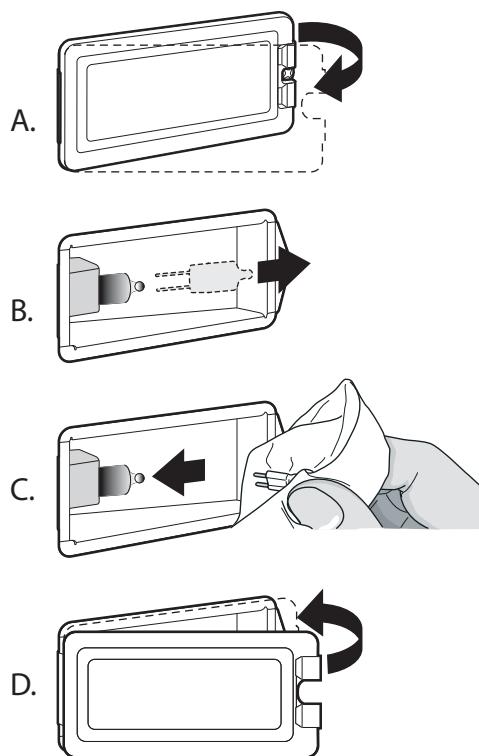

Figure 33 : Emplacement de l'ouverture
3. Insérez la pointe d'un tournevis plat entre l'attache de fixation et le boîtier de la lampe (Figure 33, A).
6. Enlevez le couvercle de la lentille de verre (Figure 33, B).
8. Ne touchez pas au verre de la nouvelle ampoule de remplacement avec vos doigts, sans quoi elle ne fonctionnera pas lorsque vous l'allumerez. Prenez l'ampoule de remplacement avec un linge sec et propre. Localisez les deux fentes du support de céramique en y poussant doucement les deux broches de l'ampoule (Figure 33, C).
11. Rallumez le disjoncteur (Figure 33, D).